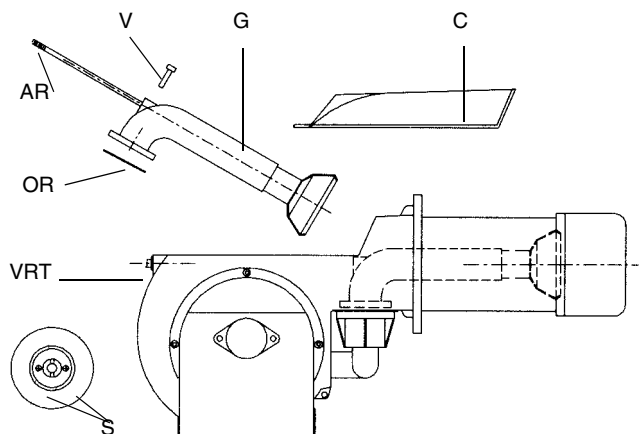
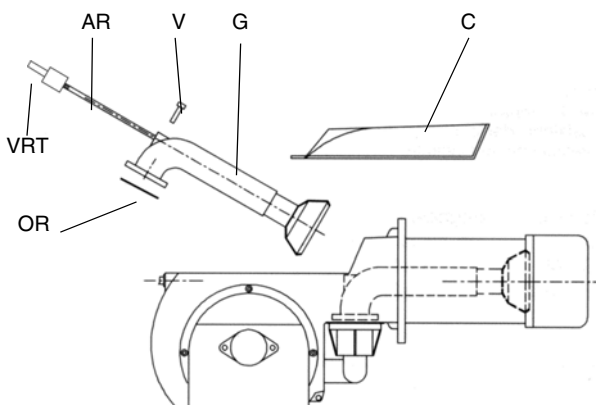

Рис. 33
Рис. 34
- Снять, проверить и почистить голову сгорания (см. Рис. 33-Рис. 34).
- 1). снять крышку **С** (Рис. 34-Рис. 35);